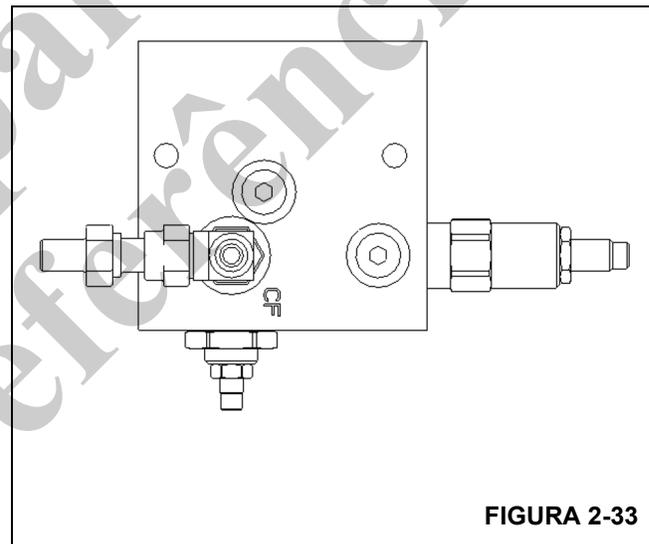

FIGURA 2-33
1. Conecte o manômetro na desconexão rápida na porta CF Figura 2-33. Verifique se a máquina está na temperatura operacional e, em seguida, desconecte o solenoide da válvula do resfriador de óleo (localizado próximo ao motor do ventilador do resfriador de óleo) para assegurar que o ventilador está funcionando na velocidade máxima.